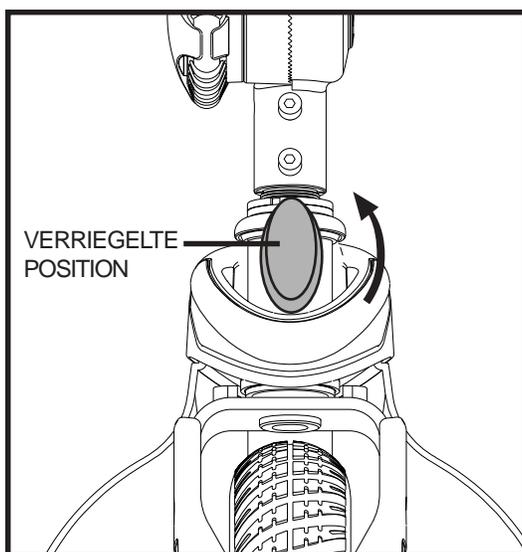

Abb. 21. Lenkersicherungshebel (Verriegelt)
1. Justieren Sie den Lenker in eine gerade Position, indem Sie den Lenkersicherungshebel eindrücken und gleichzeitig 90° im Uhrzeigersinn drehen. **Siehe Abb. 21.** Das Vorderrad muß nach vorne gerichtet sein, um den Lenker festzustellen.